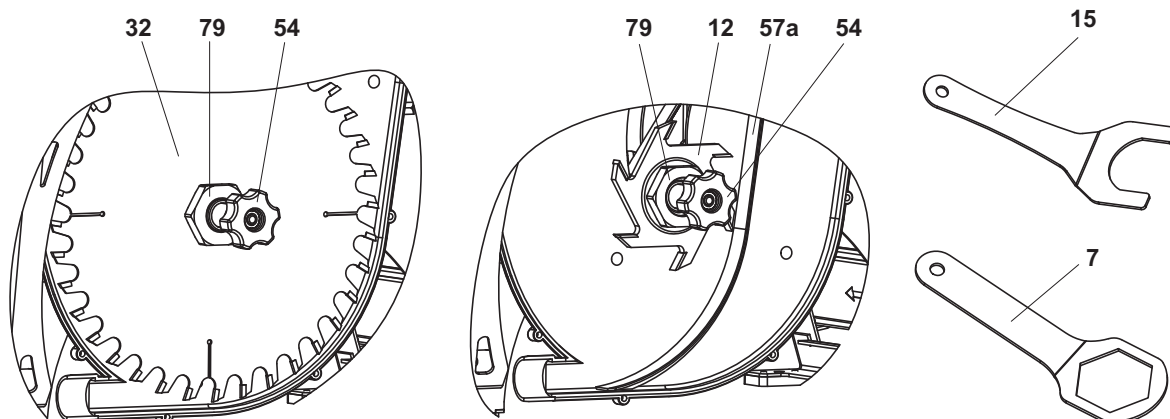

Рис. 22
- затем с помощью ключей 7 и 15 (рис. 1) отвернуть зажимную гайку 79 крепления пильного диска 32 (рис. 22);
- Опустить с помощью ручки регулирования глубины пропила 22 (рис. 1) пильный диск 32/ фрезу 12 в нижнее положение (рис. 22).